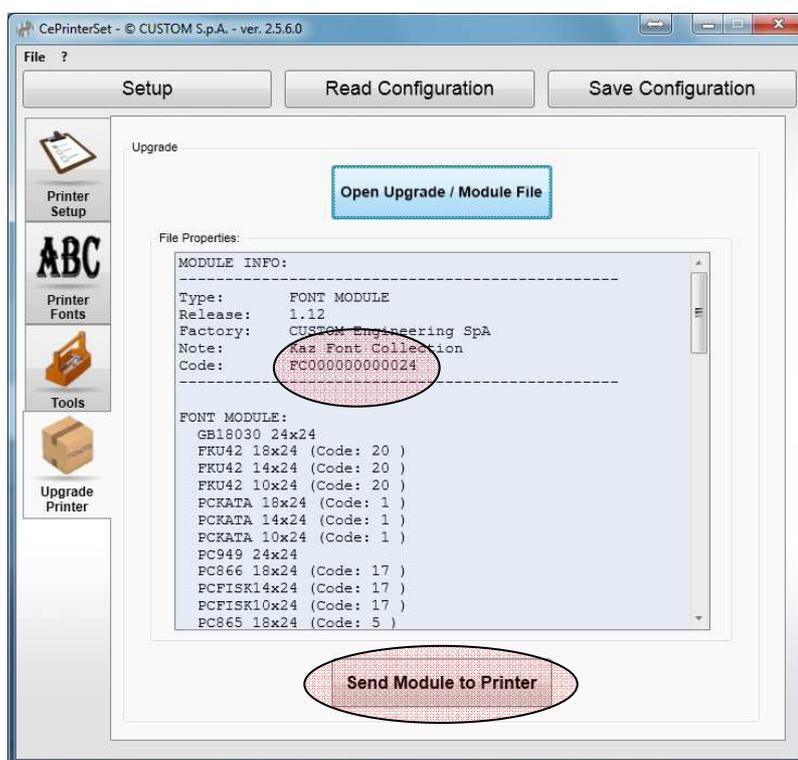

Рисунок 18 – Описание модуля.
- В центральном окне появится описание модуля, под окном появится кнопка «Send Module to Printer» (см Рисунок 18)
- Для начала программирования нажмите кнопку «Send Module to Printer» (см Рисунок 18)